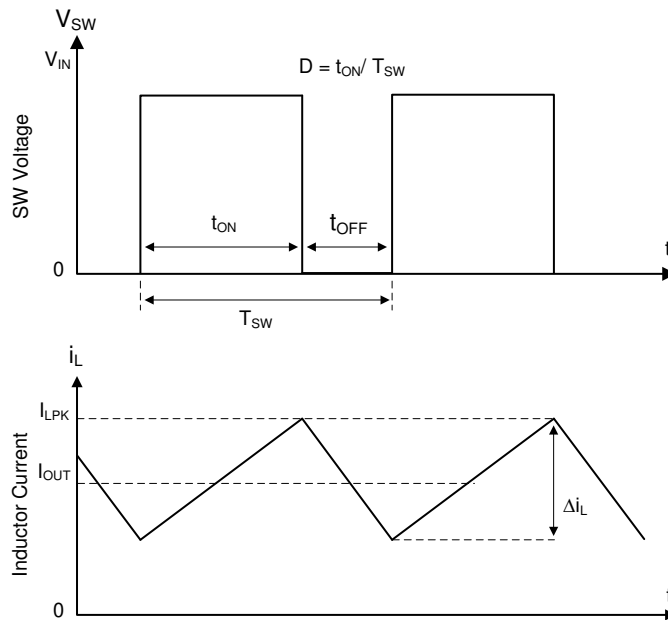

図 6-1. 連続導通モード (CCM) における SW ノードとインダクタ電流の波形
TPSM843321 の以下の動作の説明は、機能ブロック図と 図 6-1 の波形を参照しています。TPSM843321 は、ハイサイド (HS) およびローサイド (LS) MOSFET (同期整流器) を内蔵した同期降圧コンバータです。TPSM843321 は、制御されたデューティ サイクルで HS および LS の NMOS スイッチをオンにすることにより、出力電圧の安定化を実現します。ハイサイド スイッチのオン時間中には、SW ピンの電圧がほぼ V_{IN} まで上昇し、インダクタ電流 i_L が $(V_{IN} - V_{OUT})/L$ の傾きで直線的に増加します。制御ロジックによって HS スイッチがオフになると、貫通電流を防止するデッドタイムの経過後に、LS スイッチがオンになります。インダクタ電流は、ローサイド スイッチを通して $-V_{OUT}/L$ の割合で放電されます。降圧コンバータの制御パラメータは、デューティ サイクル $D = t_{ON}/T_{SW}$ と定義されます。ここで、 t_{ON} はハイサイド スイッチのオン時間、 t_{SW} はスイッチング周期です。コンバータ制御ループは、デューティ サイクル D を調整することにより、出力電圧を一定に維持します。損失を無視できるような理想的な降圧コンバータでは、次の式のように、 D は出力電圧に比例し、入力電圧に反比例します。 $D = V_{OUT}/V_{IN}$ です。